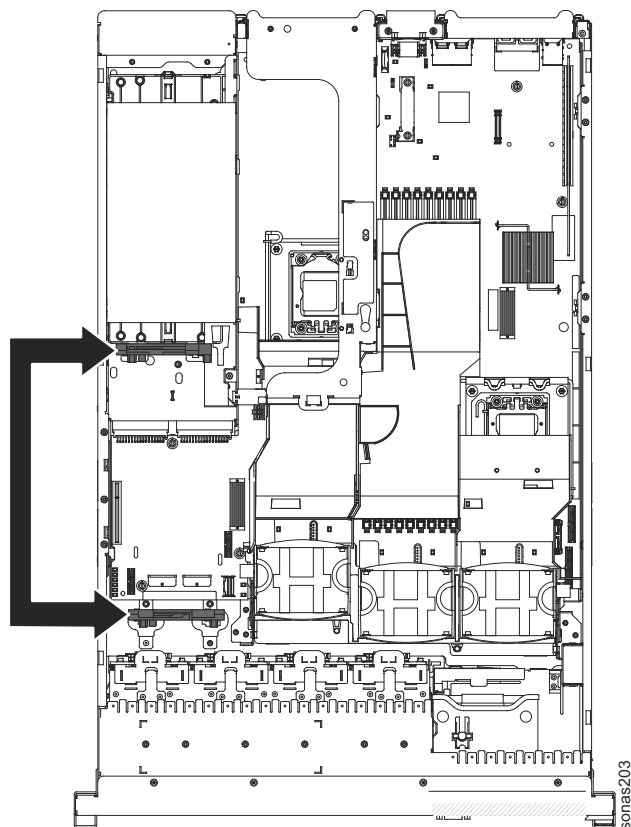

図 23. 16 ドライブ対応サーバー・モデルのコントローラー保持ブラケット
- a. ServeRAID-BR10il v2 SAS/SATA コントローラーを ServeRAID-M5015/M5014 SAS/SATA コントローラーに取り替える場合、新しい SAS コントローラーに適合するように、コントローラー保持ブラケットを交換する必要があります。図 23 を参照。